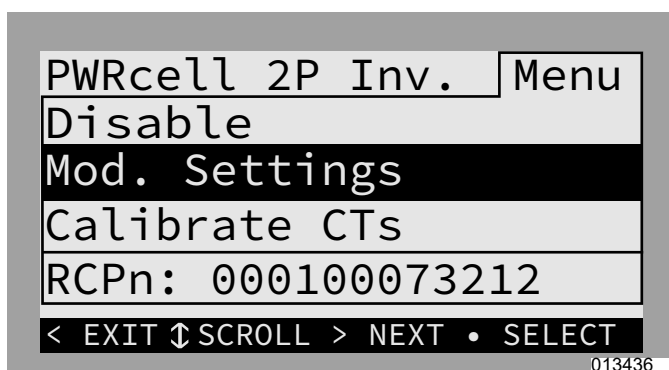
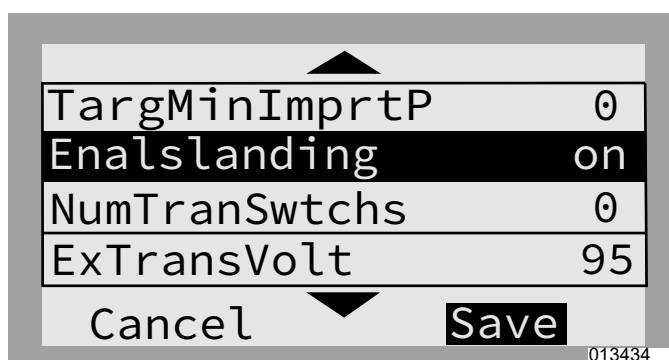

Figure 7-17. PV + stockage – Maison partielle (1 de 2)
Figure 7-18. PV + stockage – Maison partielle (2 de 2)
- Voir Figure 7-17 et Figure 7-18. Paramètre Mod. Settings (Modifier paramètres) de l'inverseur :